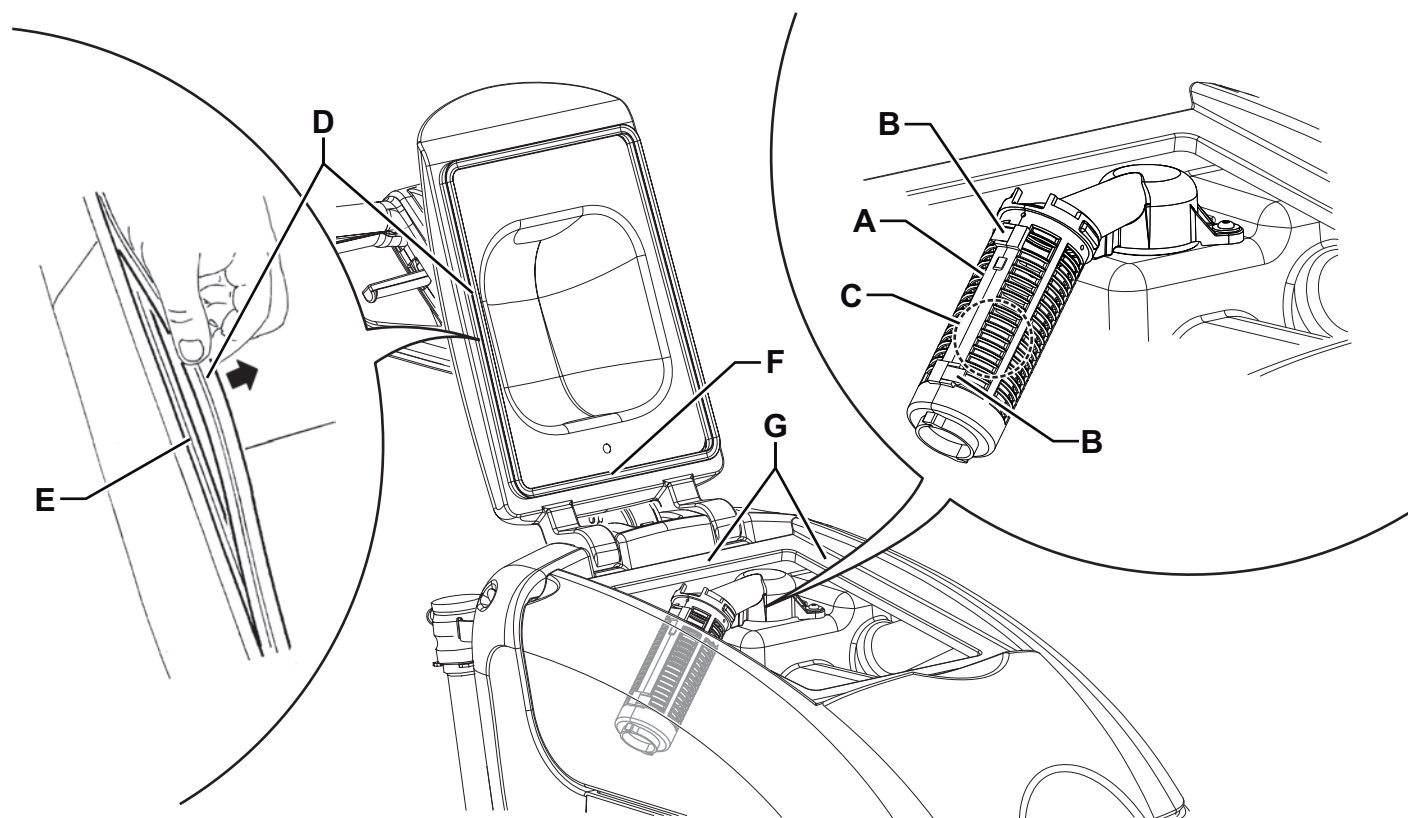

Figure 8
2. Contrôler que la manette (62) soit en position « 0 ».
3. Ouvrir le couvercle du réservoir de l'eau de récupération (41), nettoyer et laver à l'eau propre le couvercle, les réservoirs (30) et (31) et la grille d'aspiration (46). Vider l'eau des réservoirs à l'aide du tuyau de vidange (16) et du tuyau (18).
4. Si besoin est, dégager les dispositifs de retenue (B, Fig. 8), ouvrir la grille (A), récupérer le flotteur (C) et nettoyer soigneusement ; enfin reposer en place.
5. Contrôler l'intégrité du joint d'étanchéité (D) du couvercle du réservoir de l'eau de récupération.